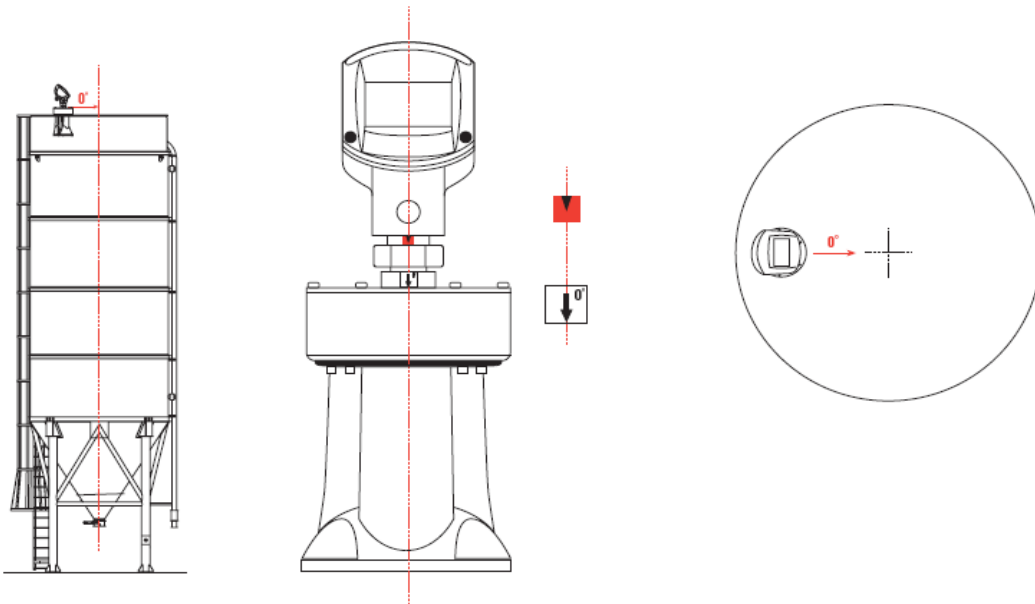

Figura 21, dirección de montaje
- ⊙ La dirección de montaje se indica mediante un adhesivo con un 0° en la unidad (ver Figura 21, dirección de montaje)